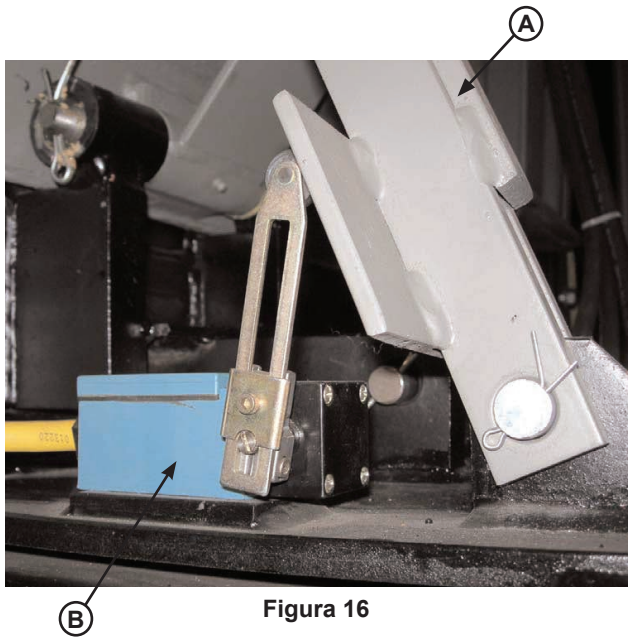

Figura 16
2. Bloquee el apoyo de almacenamiento (A) con el pasador y el sujetador del apoyo, luego bloquee y etiquete el nivelador.
3. Retire los tornillos que afirman el interruptor limitador almacenado (B) en su lugar. Aleje el interruptor limitador almacenado del apoyo de almacenamiento. Consulte la Figura 16.